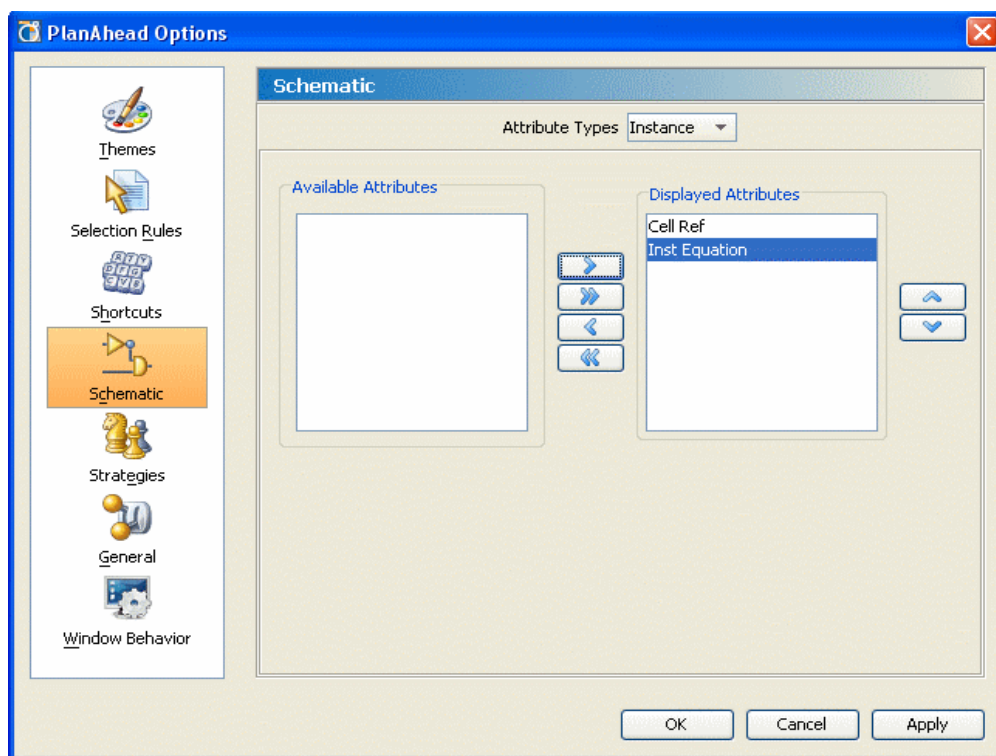
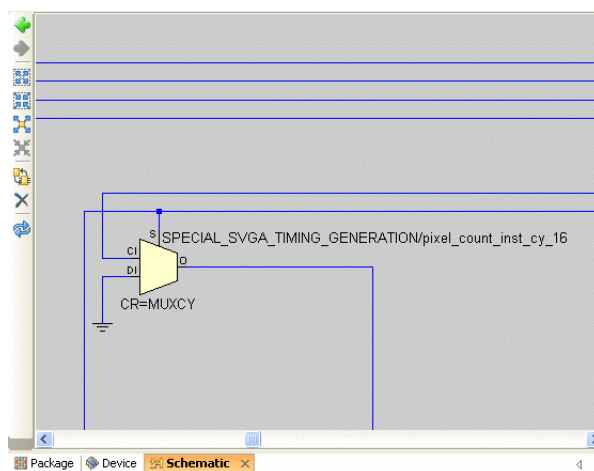

図 4-54 : [PlanAhead Options] ダイアログ ボックス : 回路図インスタンスのアノテーション
図 4-55 : [Schematic] ビューでインスタンスに値を表示
[Tools] → [Options] をクリックして [PlanAhead Options] ダイアログ ボックスを表示し、左側のペインで [Schematic] をクリックします。図 4-54 に、[PlanAhead Options] ダイアログ ボックスの [Schematic] ページを示します。
2. [Available Attributes] で表示する値を選択し、右方向矢印ボタンをクリックして [Displayed Attributes] に移動して、[OK] をクリックします (図 4-54 を参照)。図 4-55 に、インスタンスに値を表示した例を示します。